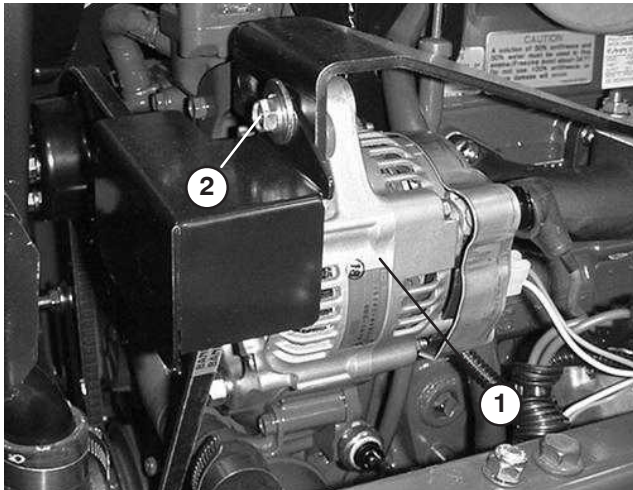

Figure 54
2. Lorsque la tension est correcte, la courroie présente une flèche de 10 mm quand une force de 45 N est exercée à mi-chemin entre les poulies (Fig. 54).